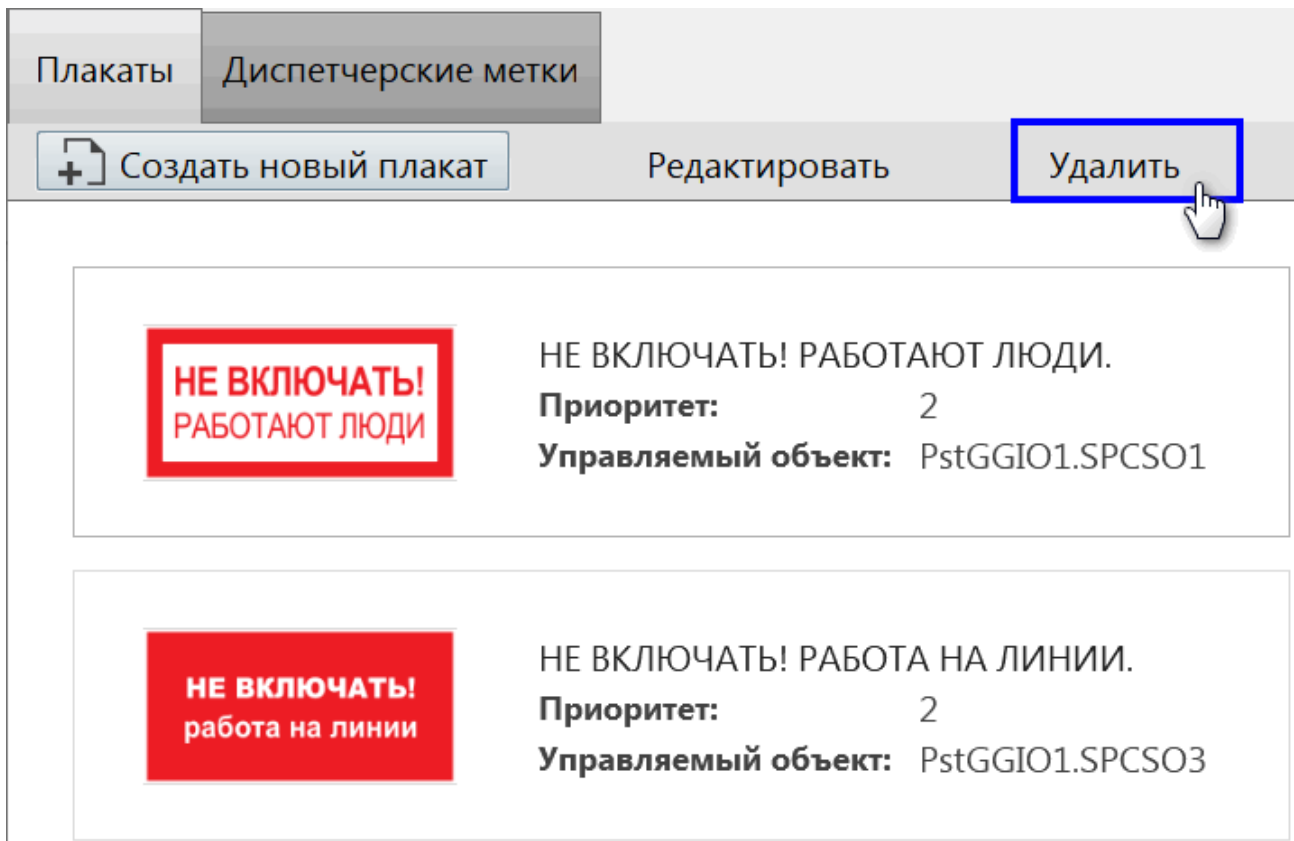

Рисунок 293 - Удалить плакат
2. Нажмите **Удалить** (Рисунок 293).